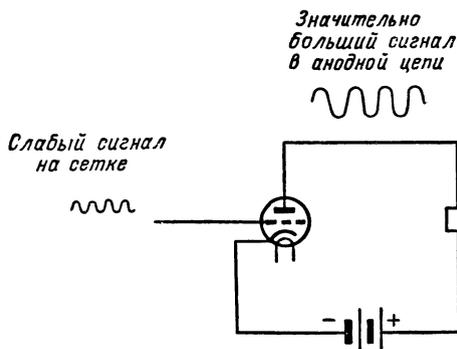

Рис. VI.65. Радиолампа усиливает поданный на нее сигнал. Очень малый сигнал на сетке вызывает сравнительно большие изменения анодного тока.
**Усилители сигналов на электронных лампах.** Если на сетку лампы подать переменное напряжение, то это вызовет изменение тока в анодной цепи. Форма колебаний тока в анодной цепи идентична форме колебаний напряжения на сетке, а сигнал оказывается усиленным (рис. VI.65).
Чтобы использовать электронную лампу в качестве усилителя, необходимо включить в анодный или выходной контур нагрузку. Такой нагрузкой может быть телефон, резистор или трансформатор (рис. VI.65).